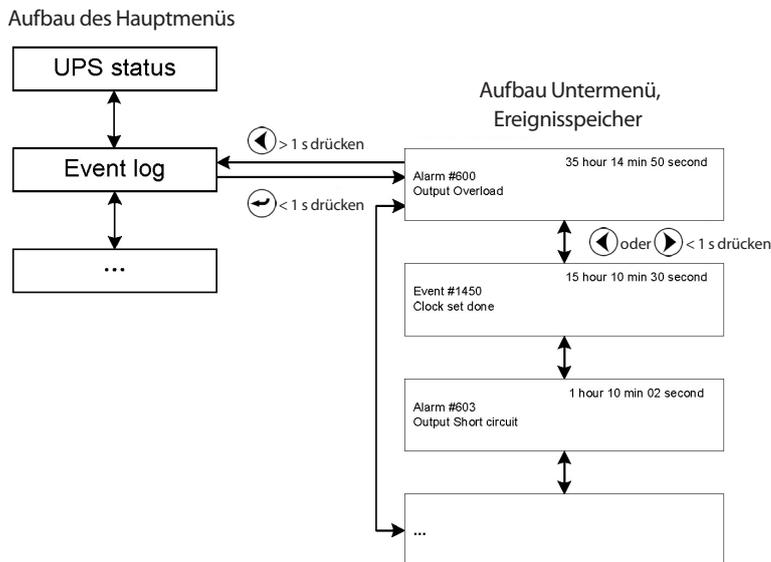

Abb. 35. Anzeigen, Untermenü Ereignisspeicher (Event log).
- Wenn aus dem Untermenü "Event log" die Taste > 1 Sekunde gedrückt wird, erscheint der Aufbau des Historienspeichers (siehe Abb. 35).